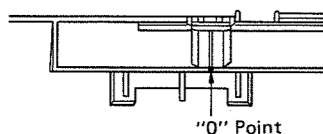

Figure 13-6
- Turn the tuning control shaft fully counterclockwise, and fix it with the pointer aligned with the zero (0) point on the frame. See Figure 13-6.
- Dann die Abtaststellerachse bis zum Anschlag entgegen dem Uhrzeigersinn drehen, und den Skalenzeiger auf die (0)-Stellung auf dem Rahmen einstellen. Siehe Abbildung 13-6.
- Tourner l'arbre de commande d'accord entièrement à gauche et le fixer en alignant l'index sur le point zéro (0) du cadre. Voir la Figure 13-6.